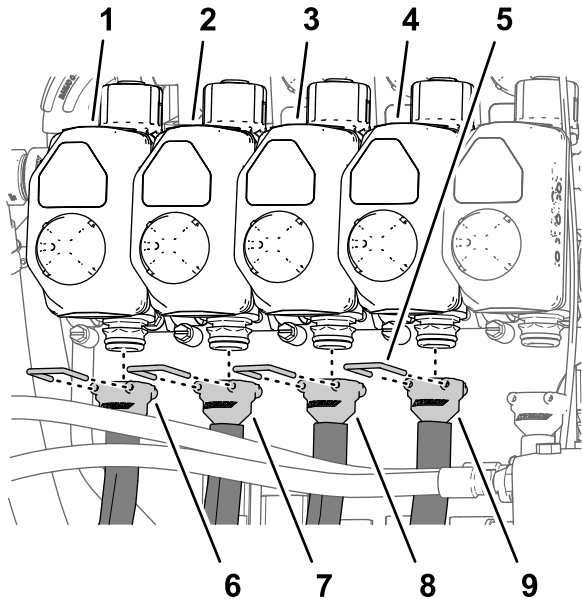
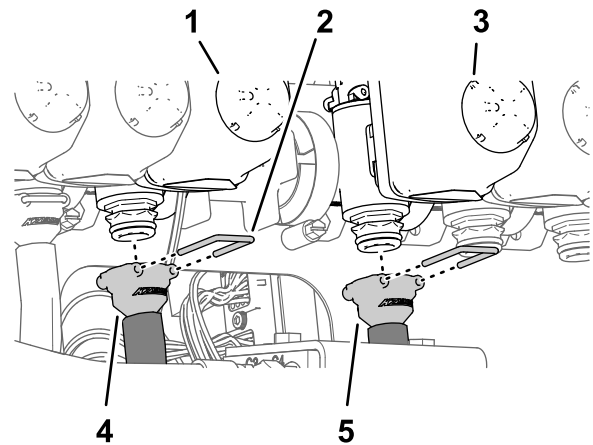
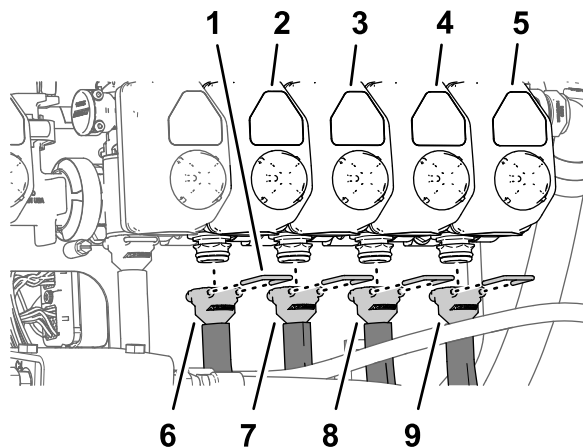

図 126
図 127
図 128
注 ノズルバルブの位置については 図 126 各ホースをノズルバルブ~4 番に取り付ける。(ページ 57)、図 127 ホースをノズルバルブ5および6 番に取り付ける。(ページ 57)、および図 128 各ホースをノズルバルブ7-10 番に取り付ける。(ページ 58)を参照してください。
1. 給液ホース279cmのバーブ付きストレートフィッティングを、ノズルバルブ番のカップラに組み付ける 図 126。
2. リテーナを使って、バーブ付きフィッティングをバルブに固定する 図 126。
3. 給液ホース234cmのバーブ付きストレートフィッティングを、ノズルバルブ2番のカップラに組み付ける 図 126。
4. リテーナを使って、バーブ付きフィッティングをバルブに固定する 図 126。
5. 給液ホース188cmのバーブ付きストレートフィッティングを、ノズルバルブ3番のカップラに組み付ける 図 126。
6. リテーナを使って、バーブ付きフィッティングをバルブに固定する 図 126。
7. 給液ホース188cmのバーブ付きストレートフィッティングを、ノズルバルブ4番のカップラに組み付ける 図 126。
8. リテーナを使って、バーブ付きフィッティングをバルブに固定する 図 126。
1. 給液ホース81cmのバーブ付きストレートフィッティングを、ノズルバルブ5番のカップラに組み付ける 図 127。
2. リテーナを使って、バーブ付きフィッティングをバルブに固定する 図 127。
3. 給液ホース81cmのバーブ付きストレートフィッティングを、ノズルバルブ6番のカップラに組み付ける 図 127。
4. リテーナを使って、バーブ付きフィッティングをバルブに固定する 図 127。
1. 給液ホース188cmのバーブ付きストレートフィッティングを、ノズルバルブ7番のカップラに組み付ける 図 128。
2. リテーナを使って、バーブ付きフィッティングをバルブに固定する 図 128。
3. 給液ホース188cmのバーブ付きストレートフィッティングを、ノズルバルブ8番のカップラに組み付ける 図 128。
4. リテーナを使って、バーブ付きフィッティングをバルブに固定する 図 128。
5. 給液ホース234cmのバーブ付きストレートフィッティングを、ノズルバルブ9番のカップラに組み付ける 図 128。
6. リテーナを使って、バーブ付きフィッティングをバルブに固定する 図 128。
7. 給液ホース279cmのバーブ付きストレートフィッティングを、ノズルバルブ10番のカップラに組み付ける 図 128。
8. リテーナを使って、バーブ付きフィッティングをバルブに固定する 図 128。